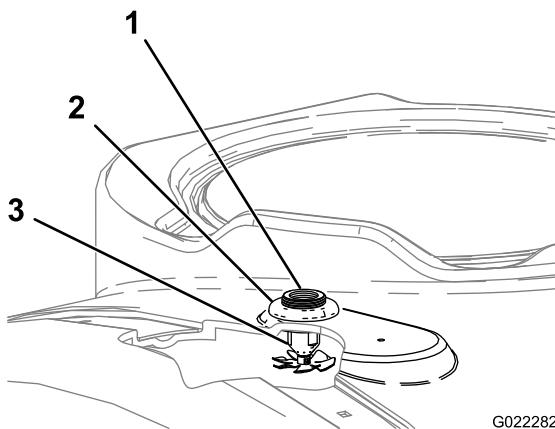

Figure 6
- Insérez les buses de rinçage vers le haut à travers les trous percés (Figure 6).
3. Vissez l'écrou à embase en plastique sur les filets exposés du raccord de traversée au sommet de la cuve (Figure 6). Veillez à placer le joint correctement entre le raccord de traversée et la surface inférieure de la cuve.